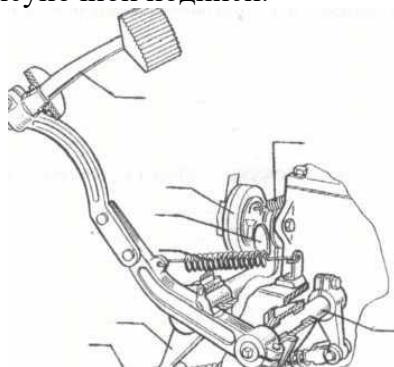

Рис. 16.2. Схема гидравлического привода сцепления:
2. Обозначьте, согласно указателю (рис. 16.2), номер детали механического привода сцепления, соответствующий подрисуночной подписи.